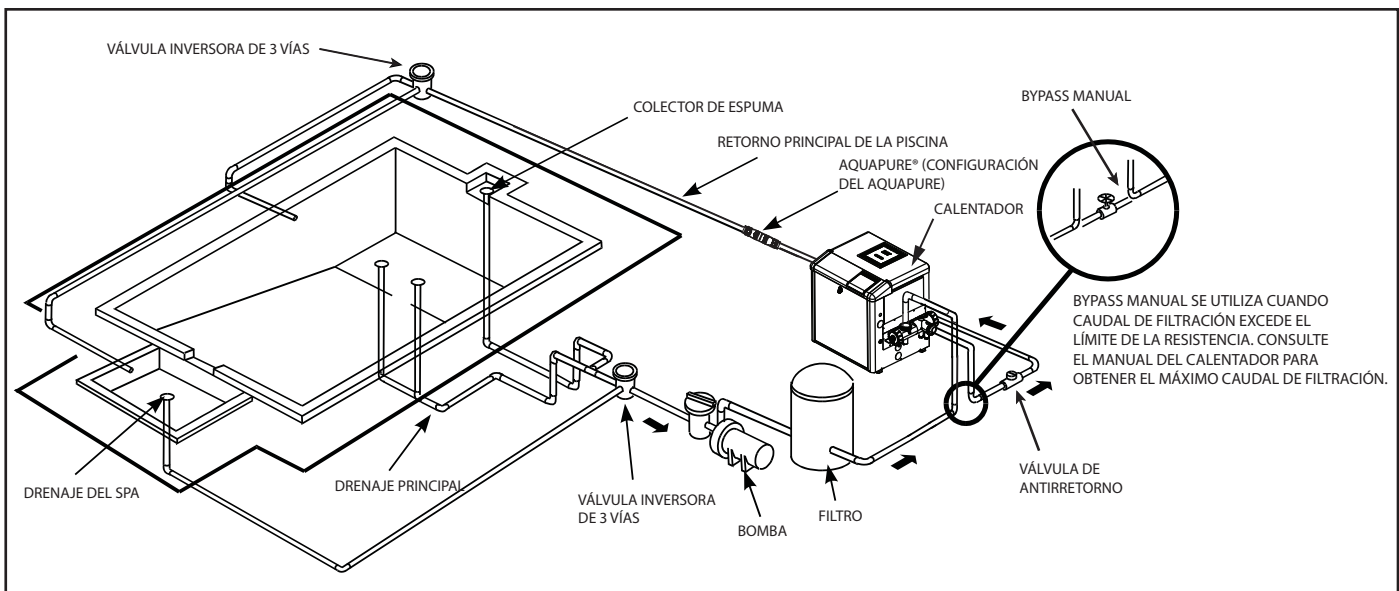

Figura 2. Instalación típica de tubería
1. Zodiac recomienda la instalación de la bomba dentro de un espacio de 30 cms. sobre el nivel del agua. Véase la Figura 2 de una instalación típica. La bomba no debe elevarse a más de un metro por encima del nivel del agua de la piscina. Una válvula de antirretorno se recomienda en la línea de succión de la bomba.
- La bomba de la serie Jandy Pro ePump deben conectarse con al menos dos (2) desagües principales hidráulicamente balanceados (salidas de succión), para cada línea de succión de la bomba. Véase la Figura 2. Cada desagüe debe estar provistos de tapas que cumplan con la última edición publicada de la norma ANSI / ASME A112.19.8, o su norma sucesora, ANSI/ APSP-16. Las salidas de succión de los principales drenajes deben estar a por lo menos un (1) metro de distancia o en planos diferentes. Las salidas de succión pueden ser un drenaje y un rebosadero, dos (2) desagües, dos (2) rebosaderos, o un rebosadero con una línea de igualación instalada. Para detalles adicionales y directrices, véase las normas ANSI / APSP 7, el estándar para evitar atrapamiento por succión en las piscinas, piscinas para niños, spas, jacuzzis, y sumideros. Compruebe los códigos locales los requisitos de una instalación correcta. Todos los códigos locales tendrán prioridad sobre otros códigos.
**NOTA** Para evitar el atrapamiento, el sistema debe ser construido de manera que no pueda funcionar con la bomba retirando agua de sólo un (1) colector principal. Por lo menos dos (2) colectores principales deben estar conectados a la bomba cuando esté en funcionamiento. Sin embargo, si dos (2) colectores principales llegan a una sola línea de succión, esta línea de succión individual puede ser equipada con una válvula que cerrará los dos desagües principales de la bomba.